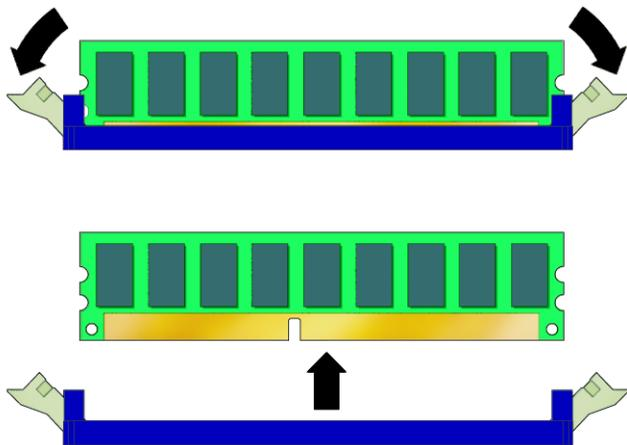

図 4-26 DIMM の取り外し
3. メモリモジュールのソケットの両端にあるエジェクタバーを押し下げて DIMM を取り外します (図 4-26 参照)。